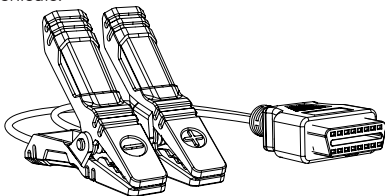

Figura 2.1.5
10. Cable de Prueba de Batería con Conector Hembra OBD-II y Abrazaderas de Batería. (Ver la Figura 2.1.5)